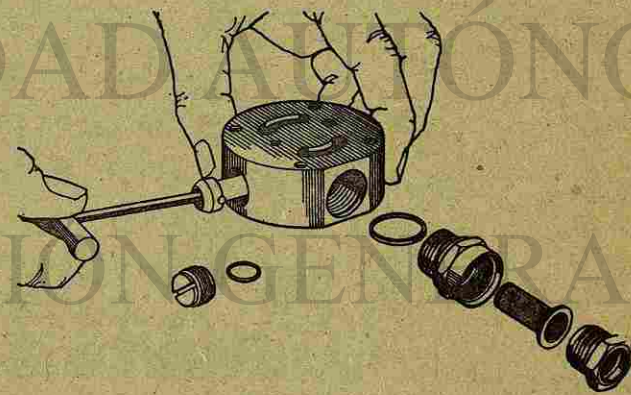

Fig. 26 Desmontaje de una placa de extremo de acero
- (e) Utilizando las herramienta de enganche, 7144/875, retire el manguito de la válvula de regulación (Fig. 26). Empuje el pistón desde el orificio del manguito.